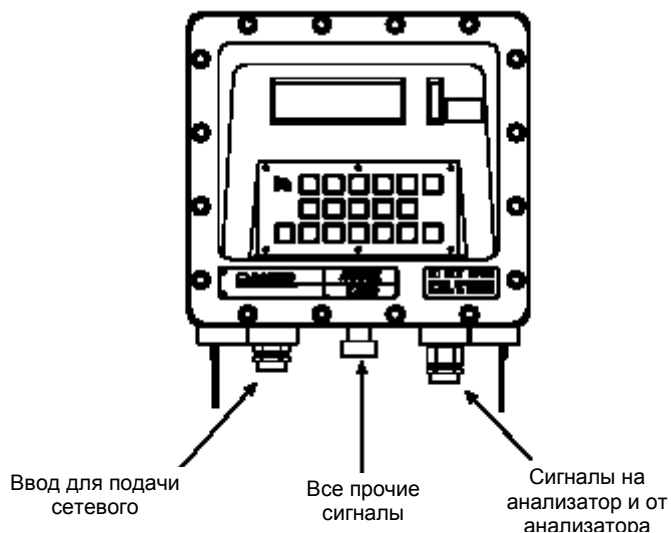

Рисунок 3-13. Отдельные кабельные вводы для ввода/вывода кабелей от контроллера ГХ.
- (1) Обеспечьте доступ к терминальной плате контроллера ГХ для подключения в полевых условиях (ТВ):
- (а) Если необходимо, то обратитесь к инструкциям, приведенным в Разделе 3.4.1, шаг (1).
- (2) Протяните соответствующим образом линии аналоговых входов/выходов, особенно в случае использования взрывобезопасного кожуха контроллера (смотрите Рисунок 3-13).